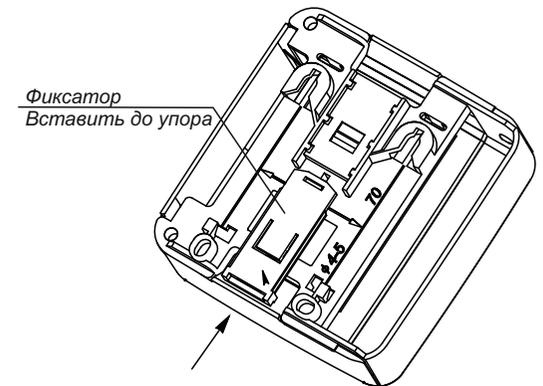

Рисунок 4
- в направляющие основания вставить фиксатор, входящий в комплектность (рисунок 4),